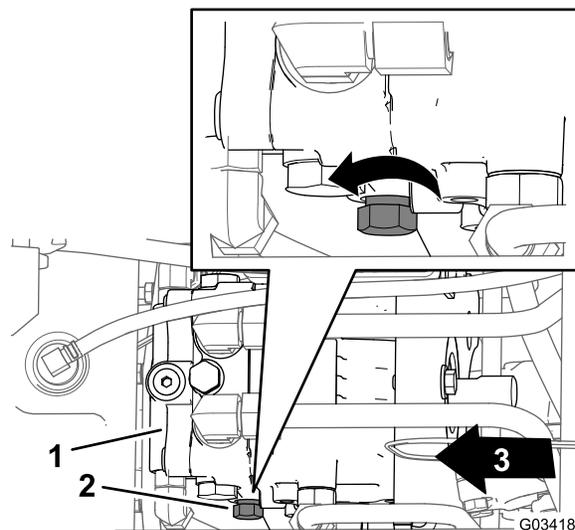

Рисунок 32
2. Найдите ручку управления перепускного клапана на левой стороне гидравлического насоса (Рисунок 32).
3. Поверните ручку управления на 3 оборота против часовой стрелки (Рисунок 32).
1. Найдите ручку управления перепускного клапана на левой стороне гидравлического насоса (Рисунок 32).
2. Поворачивайте ручку управления (Рисунок 32) по часовой стрелке, пока не почувствуете сопротивление (перепускной клапан закрыт).